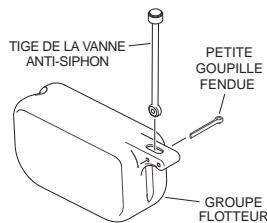

Figure 2
3. Placez la tige de la vanne anti-siphon dans la fente du flotteur puis faites glisser la goupille fendue de 1-1/8" (la plus petite des deux goupilles fendues) à travers le flotteur et la tige de la vanne (voir figure 2). Ouvrez ensuite légèrement l'extrémité de la goupille. Lorsque'il est correctement monté, le groupe tige de vanne doit pivoter sans accrocher autour de la goupille fendue à l'intérieur du flotteur.